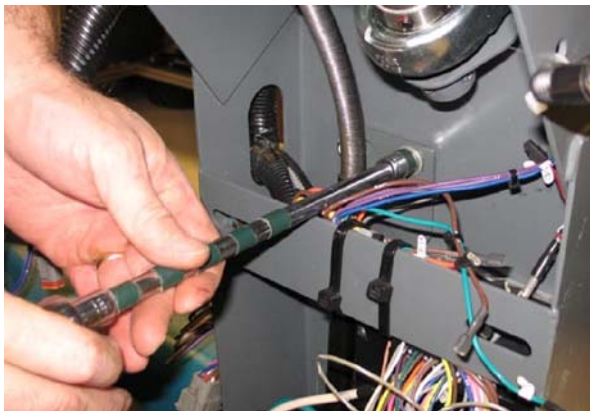

FIG. 49
26. Serrez la visserie de fixation du palier de support / bride de palier au profilé de montage de direction (24 Nm / 18,5 pi lb). Laissez le support de palier / support de bride s'aligner automatiquement sur l'arbre de direction (1) lors du serrage de la visserie. (Fig. 49)